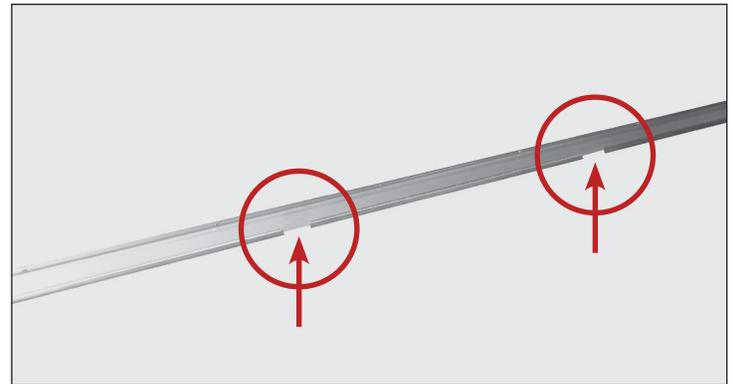

Abb. 1. Öffnungen in der Türschiene
1. Die Türen wie nachfolgend beschrieben positionieren. Die positionierte Tür zum Entnehmen anheben. Dann das obere Türende nach hinten kippen, bis die Rollen aus der Türnut austreten. Anschließend die Türunterseite aus der unteren Nut herauskippen. Siehe Abb. 1 und 2.